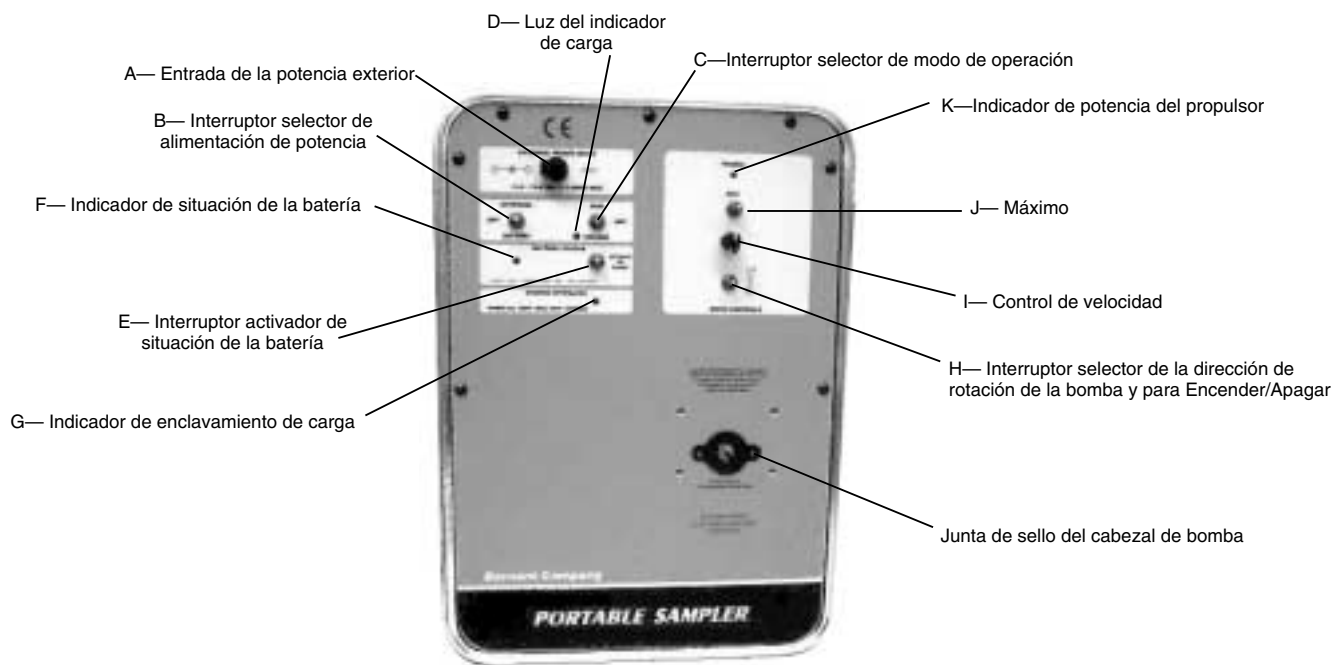

FIGURA 1 TABLERO DE CONTROL
- Conecte el convertidor de corriente CA/CC provisto al propulsor levantando la tapa del receptáculo de **ENTRADA DE POTENCIA EXTERIOR (A)** e introduciendo la clavija coaxial de corriente de 2,5 mm en el receptáculo. (Vea la Figura 1.)
- A. Ponga el interruptor selector de alimentación de potencia (B), (EXTERNAL/BATTERY) en la posición “BATTERY”.
- B. Ponga el interruptor selector del modo de operación (C), (RUN/CHARGE) en la posición “RUN”.
- C. Haga una selección en el Interruptor selector de dirección de rotación On/Off (H), DER o IZQ. (Vea la Figura 1.) (Para cambiar la dirección, primero desconecte la potencia poniendo este interruptor en la posición central [OFF]).
- D. Ajuste el caudal de la bomba con el Control de velocidad (I) de una vuelta, girando la perilla a la derecha para aumentar el caudal, o a la izquierda para reducirlo.
- E. Para “Cebarr el tubo”, mueva el Interruptor “MAX” (J), hacia arriba o hacia abajo, para que la bomba funcione a la máxima velocidad.
- B. Ponga el interruptor selector de modo de operación (C), (RUN/CHARGE) en la posición “RUN”.
- A. Ponga el interruptor selector de alimentación de potencia (B), (EXTERNAL/BATTERY) en la posición “EXTERNAL”.
- A. **Conecte el convertidor de corriente CA/CC provisto al propulsor** levantando la tapa del receptáculo **ENTRADA DE POTENCIA EXTERIOR (A)** e introduciendo la clavija coaxial de corriente de 2,5 mm en el receptáculo. (Vea la Figura 1.)
- B. **Conecte el convertidor/alimentador de corriente CA/CC a una alimentación de corriente alterna. Ponga el selector de alimentación de potencia interruptor (B), (EXTERNAL/BATTERY) en la posición “EXTERNAL”.**
- C. **Ponga el interruptor selector del modo de operación (C), (RUN/CHARGE) en la posición “RUN”.**
- D. **Haga una selección en el Interruptor selector de dirección de rotación On/Off (H), DER o IZQ.** (Vea la Figura 1.) (Para cambiar la dirección, primero desconecte la potencia poniendo este interruptor en la posición central [OFF]).
- E. **Ajuste el caudal de la bomba con el Control de velocidad (I) de una vuelta, girando la perilla a la derecha para aumentar el caudal, o a la izquierda para reducirlo.**
- F. **Para “Cebear el tubo”, mueva el Interruptor “MAX” (J), hacia arriba o hacia abajo y sujételo en esa posición, para que la bomba funcione a la máxima velocidad.**